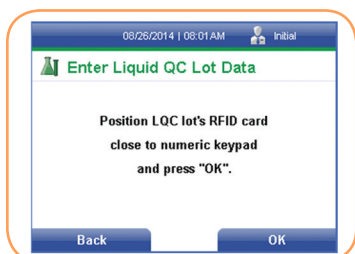

FIGURA 101
7. Pulse la tecla programable derecha para acceder al menú Procesar CCL (Figura 101).